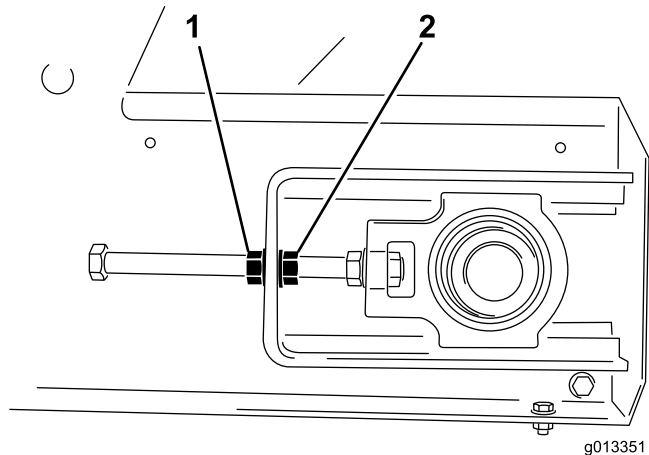

Figura 49
4. Usando dos llaves, sujete el extremo de la varilla tensora y luego afloje la contratuerca, es decir, la tuerca más próxima al extremo de la varilla (Figura 49).
3. En el lado hacia el cual se desvía la cinta, sujete el extremo de la varilla tensora, luego afloje la contratuerca y apriete la tuerca de ajuste dos caras de la tuerca (Figura 49).